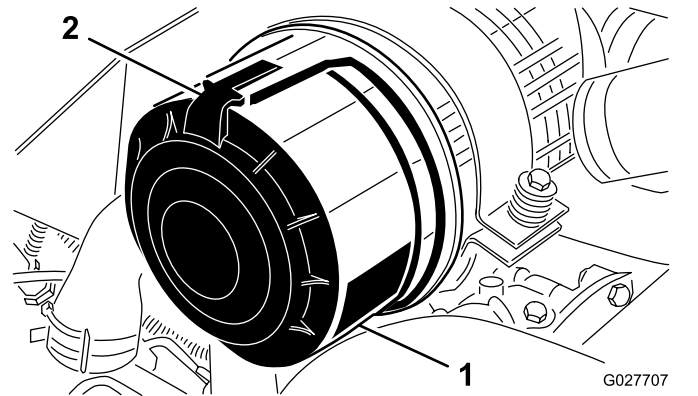

図 57
1. エアクリーナのカバーをボディーに固定しているラッチを外す(図 57)。